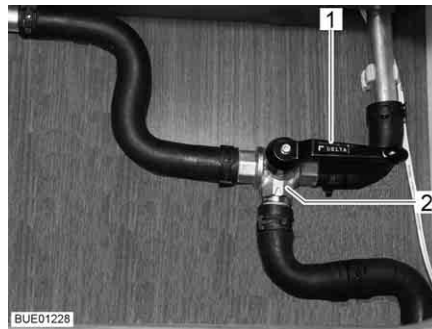

Fig. 171 Válvula de 3 vías
- Poner la palanca (Fig. 171,1) de la válvula de 3 vías (Fig. 171,2) en posición paralela al sentido de flujo recto (Fig. 171).
- Poner la palanca (Fig. 171,1) de la válvula de 3 vías (Fig. 171,2) en posición transversal al sentido de flujo recto.